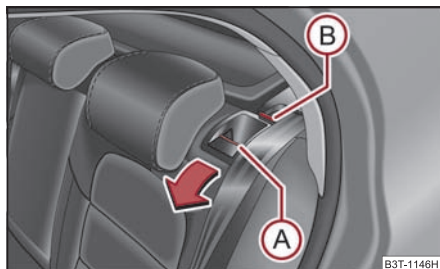

Fig. 84 Desbloquear el respaldo
- Presionando el asidero de desbloqueo (A) ⇒ fig. 84 desbloquea el respaldo y lo abate hacia delante.
- Cerciórese de que la espiga roja (B) está cubierta ⇒ fig. 84.